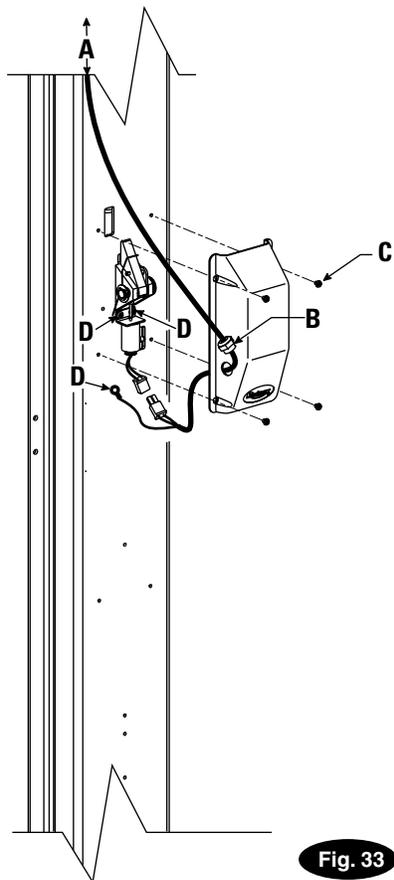

Fig. 33
Dettaglio fig. 33
- 25a.** Montare uno dei supporti per l'utensile pneumatico sotto il pannello di comando slave per mezzo di due PHMS da 5/16"-18NC x 3/8", fig. 33.